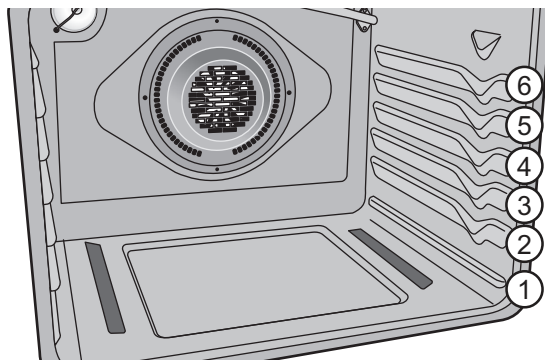

Figure 17 : Emplacement des grilles pour les fours à éléments de cuisson visibles ou dissimulés.
- Pour de meilleurs résultats lors de la cuisson des gâteaux ou des biscuits sur deux grilles, voir à les placer en position 3 et 5 (voir Figure 17).